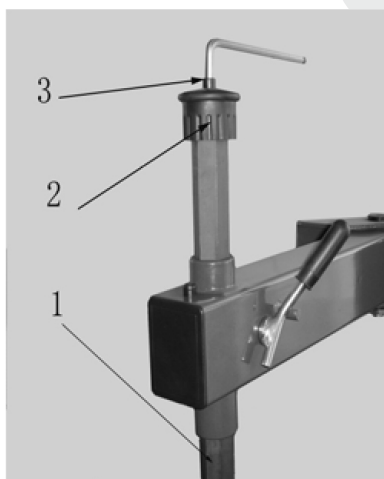

Рис. 8-9
Открутите винт (3) на шестигранном штоке (1), используя шестигранный ключ, для снятия крышки вертикального штока (2) – рис. 8-9. После снятия винта на крышке вертикального штока вам необходимо зафиксировать шток посредством зажимной рукоятки, чтобы предотвратить его падение, которое может привести к повреждению оборудования и нанесению травм сотрудникам!